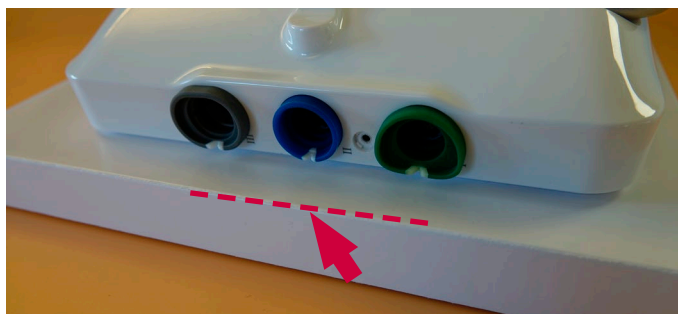

Figura 35: Colocación de la carcasa trasera, empezando por el lado con los anillos de color
- c) **Coloque la carcasa trasera en la unidad de visualización, empezando por el lado en el que se encuentran los anillos de color (Figura 35)**